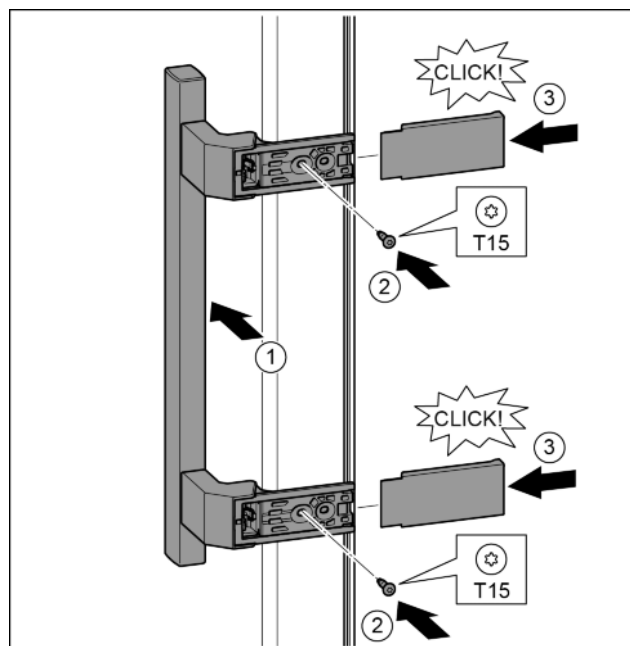

Fig. 20
- ▶ Nasad'te madlo na protilehlé straně. Fig. 20 (1)
- ▶ Šroubovákem T15 pevně utáhněte šrouby. Fig. 20 (2)
- ▶ Kryty bočně nasad'te a nasuňte. Fig. 20 (3)